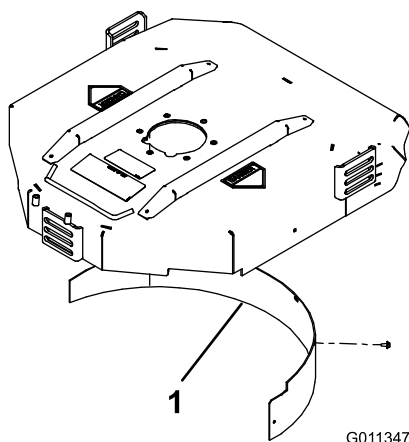

Figura 20
- Instale o abafador de mulch na abertura traseira e fixe-o com 5 parafusos com cabeça flangeada (Figura 20).